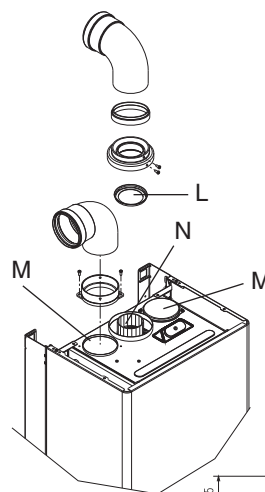

Fig. 3.18
Il condotto di scarico dei prodotti della combustione (N) è indicato in fig. 3.18.